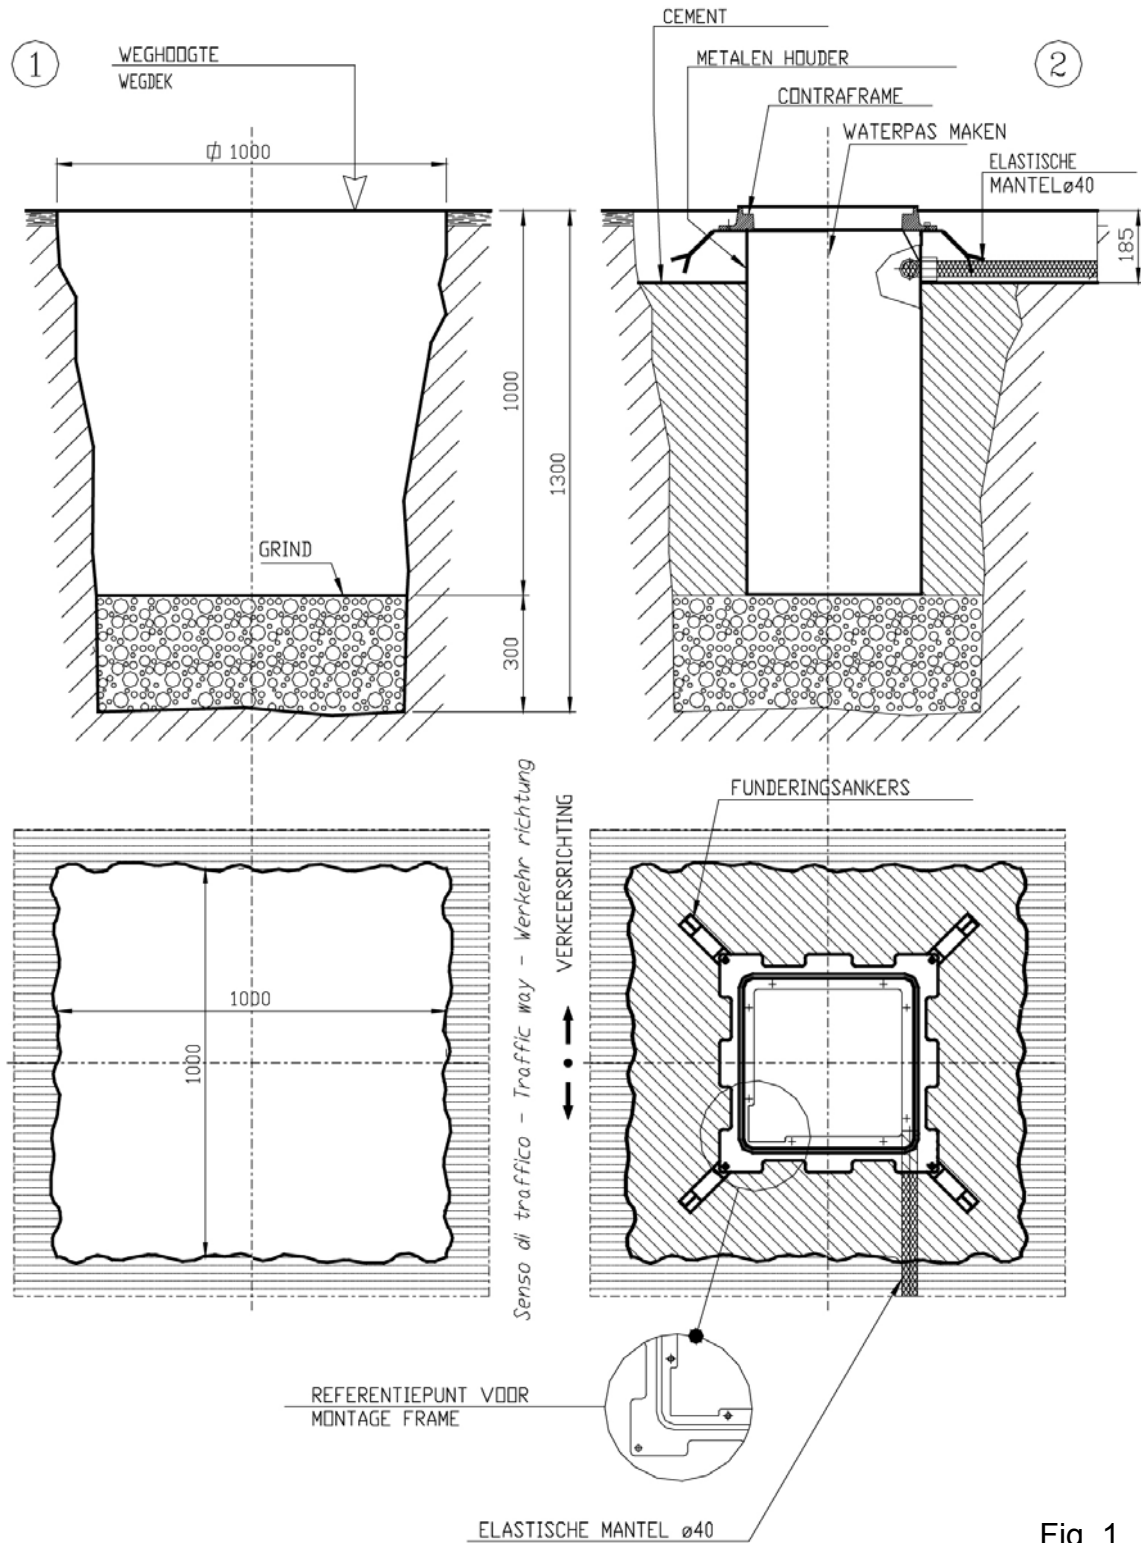
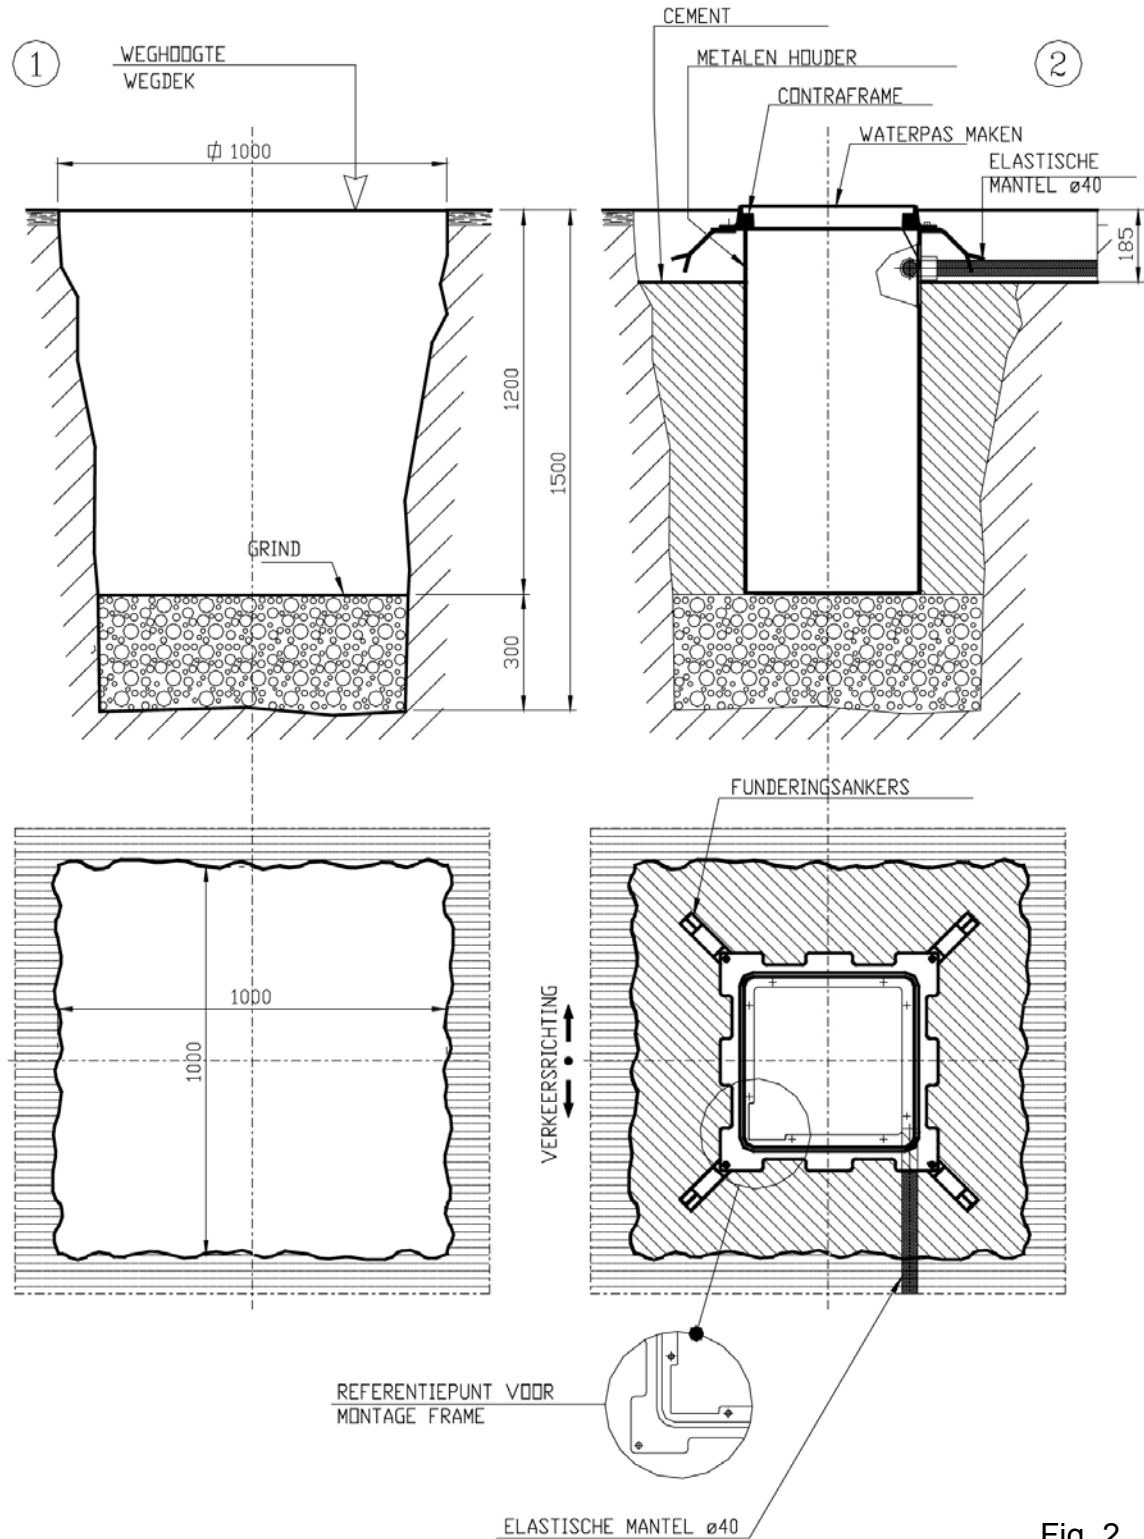

Fig. 1
Fig. 2
- 2) Graaf de put tot een diepte van ongeveer **1,30 m** (275 H600) of ongeveer **1,50 m** (275 H800); de doorsnede moet een zijde van ongeveer **1 m** hebben (fig. 1 en fig. 2).
**Plaats de put en controleer de referentiepositie op het contraframe in relatie tot de verkeersrichting (fig. 1 en fig. 2).**